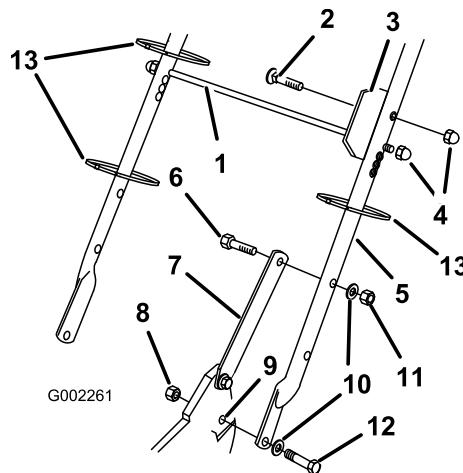

Figura 3
pernos (5/16 x 1-1/4 pulgadas), arandelas y contratuercas finas (5/16 pulgada) (Figura 3).
2. Fije los cierres del manillar al manillar con dos pernos (5/16 x 1-1/2 pulgadas), arandelas, y contratuercas (Figura 3).
3. Deslice la varilla de soporte de la bolsa por el segundo (desde arriba) taladro de montaje de cada lado del manillar y fije cada extremo con una contratuercas de caperuza (Figura 3).
4. Introduzca el perno a través de la chapa de alineación de la bolsa y el taladro superior del lado izquierdo del manillar, y fíjelo con una contratuercas de caperuza (Figura 3).